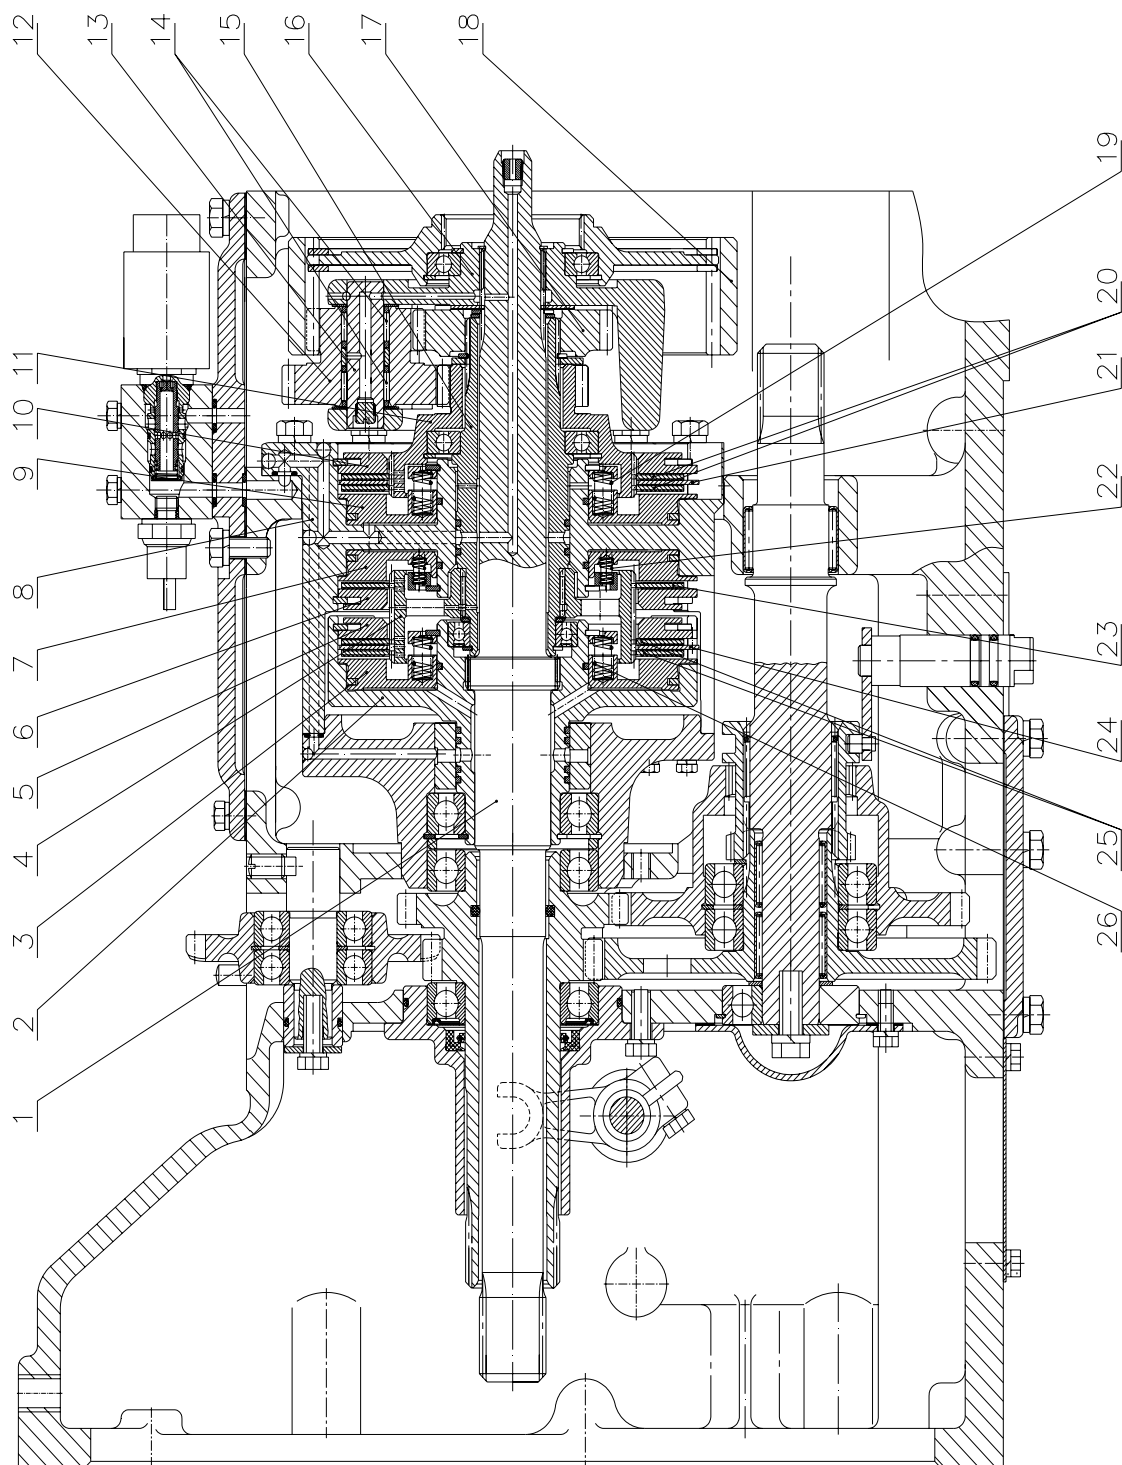
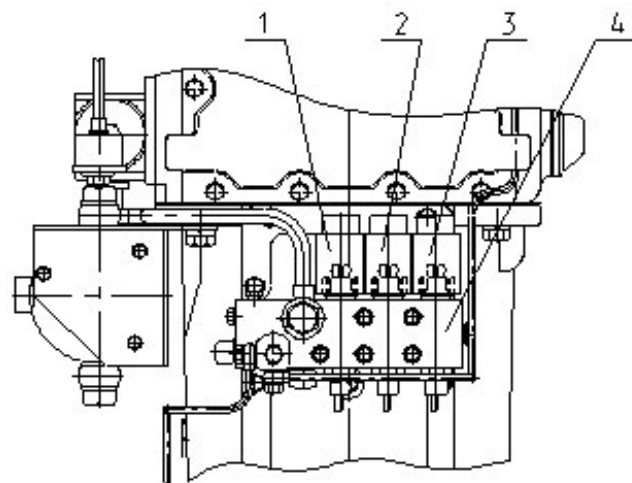

Рис. 1 Корпус сцепления:
Рис.2 Распределитель:
В корпусе сцепления (рис. 1) расположены:
- распределитель (рис. 2).
Планетарный редуктор с ГФМ состоит из вала (1) (рис. 1), соединенного с диском ведомой муфты сцепления (МС) и водилом (16), на трех осях (13) которого установлены игольчатые подшипники (14) и три 2-х венцовых сателлита (12), входящих в зацепление с солнечными шестернями (11), (17) и коронной шестерней (18), соединенной с первичным валом КП.
Солнечная шестерня (17) (рис. 1), установленная на валу (15), связана посредством муфты (4) с фрикционными дисками (25) блокировочной ГФМ и фрикционным диском (23) ГФМ 3-ей передачи, расположенной в корпусе (8) и содержащей поршень (7), фрикционный диск (23), упорный диск (6) и отжимные пружины (22).
На корпусе МС установлен распределитель (4) (рис. 2) с тремя пропорциональными клапанами (1), (2) и (3), обеспечивающими включение и отключение ГФМ.
При включении пропорционального клапана (3) (рис.2) (1-ая передача) происходит отключение предыдущего клапана, поток масла из общей системы управления по каналу корпуса (8) (рис. 1) направляется в рабочую полость поршня (3) блокировочной ГФМ, который сжимает пакет фрикционных дисков (25), в результате чего вал (1) и солнечная шестерня (17) блокируются, и начинают вращаться как одно целое. Вместе с ними, как одно целое, вращаются водило (16) с сателлитами (12), солнечная шестерня (11) и коронная шестерня (18). Таким образом частота вращения дизеля передается на первичный вал КП без изменений.
При включении пропорционального клапана (2) (рис.2) (2-ой передачи) происходит отключение предыдущего клапана, поток масла из общей системы управления по каналу корпуса (8) (рис. 1) направляется в рабочую полость поршня (9) ГФМ 2-ой передачи, который прижимает фрикционные диски (20) к упорному диску (10), в результате чего солнечная шестерня (11), заблокированная на корпус (8), останавливается, а вращаемые водилом (16) 2-х венцовые сателлиты (12), обегая вокруг солнечной шестерни (11), ускоряют вращение коронной шестерни (18), изменяя частоту вращения первичного вала КП.
При включении пропорционального клапана (1) (рис.2) (3-ей передачи) происходит отключение предыдущего клапана, поток масла из общей системы управления по каналу корпуса (8) (рис.1) направляется в рабочую полость поршня (7) ГФМ 3-ей передачи, который прижимает фрикционный диск (23) к упорному диску (6), в результате чего заблокированные на корпус (8) муфта (4), вал (15) и солнечная шестерня (17) останавливаются, а вращаемые водилом (16) двухвенцовые сателлиты (12), обегая вокруг солнечной шестерни (17), ускоряют
вращение коронной шестерни (18), изменяя частоту вращения первичного вала КП. При выключении пропорциональных клапанов перекрывается подача потока масла из общей системы управления в рабочие полости поршней (3),(7),(9) (рис. 1) и соединяют их со сливом. Под действием отжимных пружин (19),(22),(26) поршни возвращаются в первоначальное положение, размыкая фрикционные диски (20),(23),(25). В результате разблокируются звенья планетарного редуктора, находившиеся в заблокированном положении.